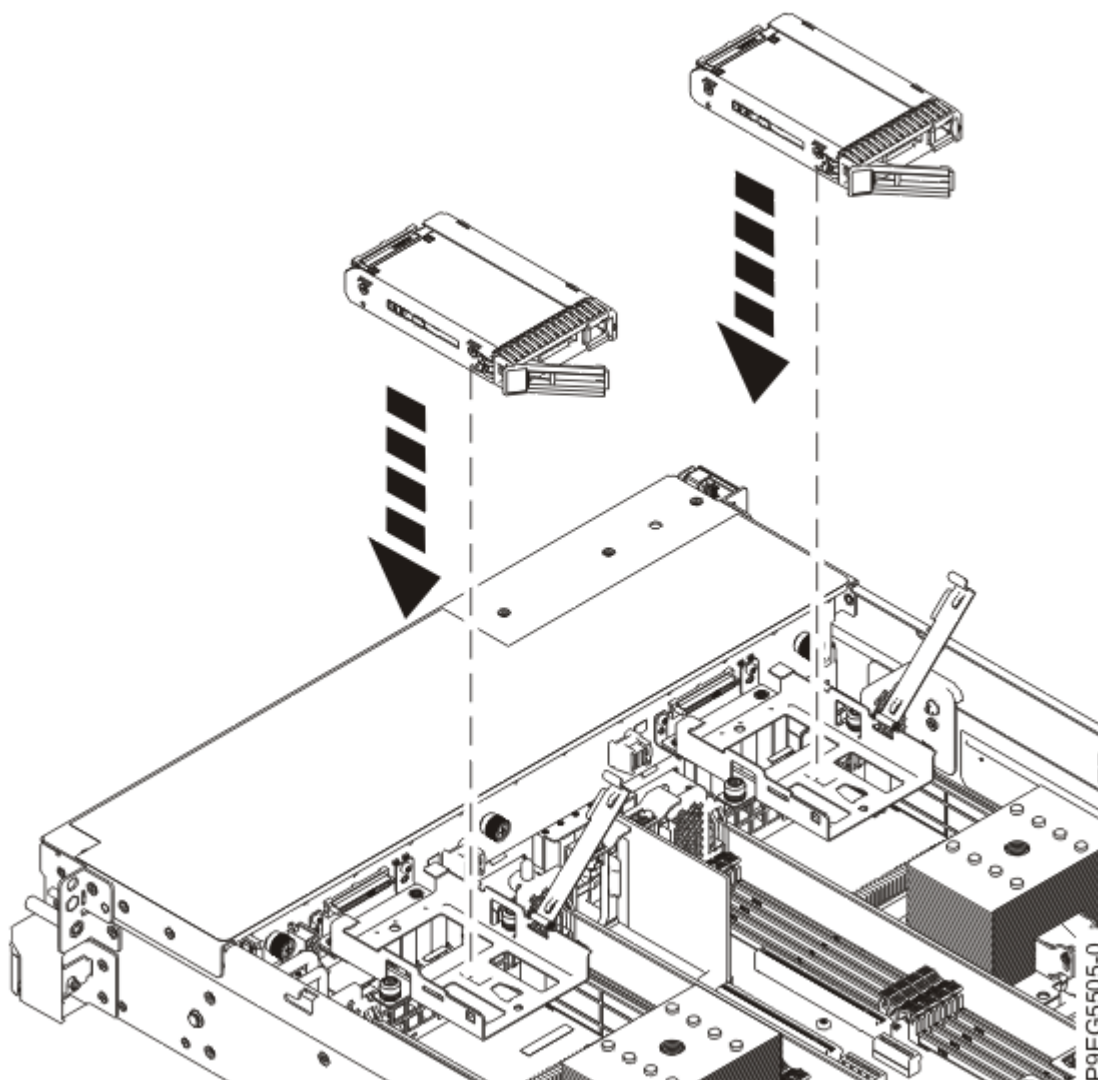

Figura 22. Baixando a unidade para dentro da bandeja de unidade
- b) Baixe a unidade para dentro da bandeja de unidade conforme mostrado na Figura 22 na página 24.